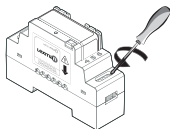

figura 4
5. Per semplificare il raccordo, svitare le 6 viti della morsettiera di connessione della scatola per la guida DIN (vedi figura 4).